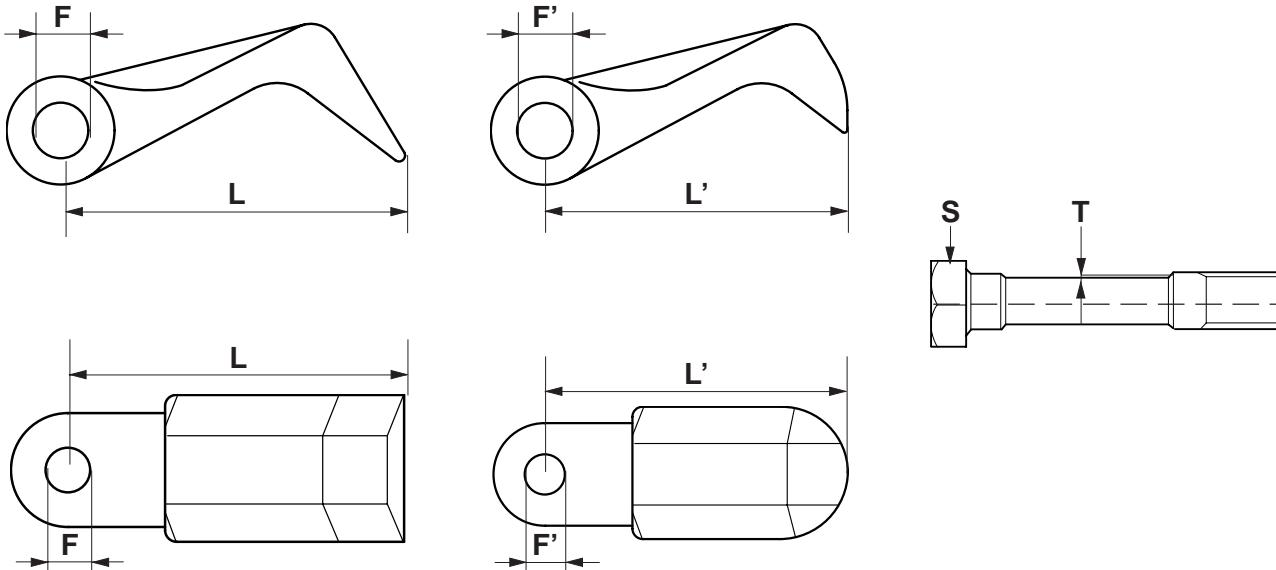

Fig. 27
- Il diametro del foro di fissaggio «F» non deve essere ovalizzato più 2 mm, rispetto al diametro originale (Fig. 27).
- *The diameter of fixing hole «F» must not be ovalized more than 2 mm in relation to the original diameter (Fig. 27).*
- Le diamètre du trou de fixation «F» ne doit pas être ovalisé plus de 2 mm par rapport au diamètre d'origine (Fig. 27).
- Der Durchmesser des Befestigungslochs «F» darf im Bezug zum Originaldurchmesser keine Unrundheit über 2 mm aufweisen (Abb. 27).
- El diámetro del orificio de fijación «F» no se debe ovalar más de 2 mm, con respecto al diámetro original (Fig. 27).
- La lunghezza «L» dei coltelli non può scendere oltre 15 mm. rispetto la lunghezza originale (Fig. 27).
- L'usura «T» del perno è superiore a 2 mm (Fig. 27).
- allowed to become more than 15 mm shorter than the original length (Fig.27). The pins must be replaced if:
- Wear «T» on pin exceeds 2 mm (Fig.27).
- pas être inférieure à 15 mm par rapport à la longueur d'origine (Fig. 27). Les axes doivent être remplacés si:
- L'usure «T» de l'axe dépasse 2 mm (Fig. 27).
- Die Länge «L» der Messer darf nicht weniger als 15 mm im Bezug zur Originallänge ausmachen (Abb. 27). Die Bolzen müssen ersetzt werden, wenn:
- der Verschleiß «T» des Bolzens mehr als 2 mm ausmacht (Abb. 27).
puede disminuir más de 15 mm. con respecto a la longitud original (Fig. 27). Los pernos se deben sustituir si:
- El desgaste «T» del perno es mayor de 2 mm (Fig. 27).